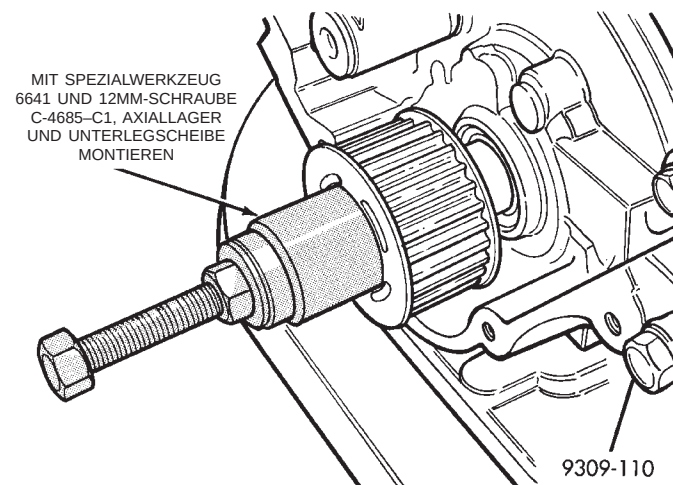

Abb. 82 Kurbelwellenrad—Einbau
(3) Kurbelwellenrad mit Spezialwerkzeug (siehe Abb. 82) montieren.